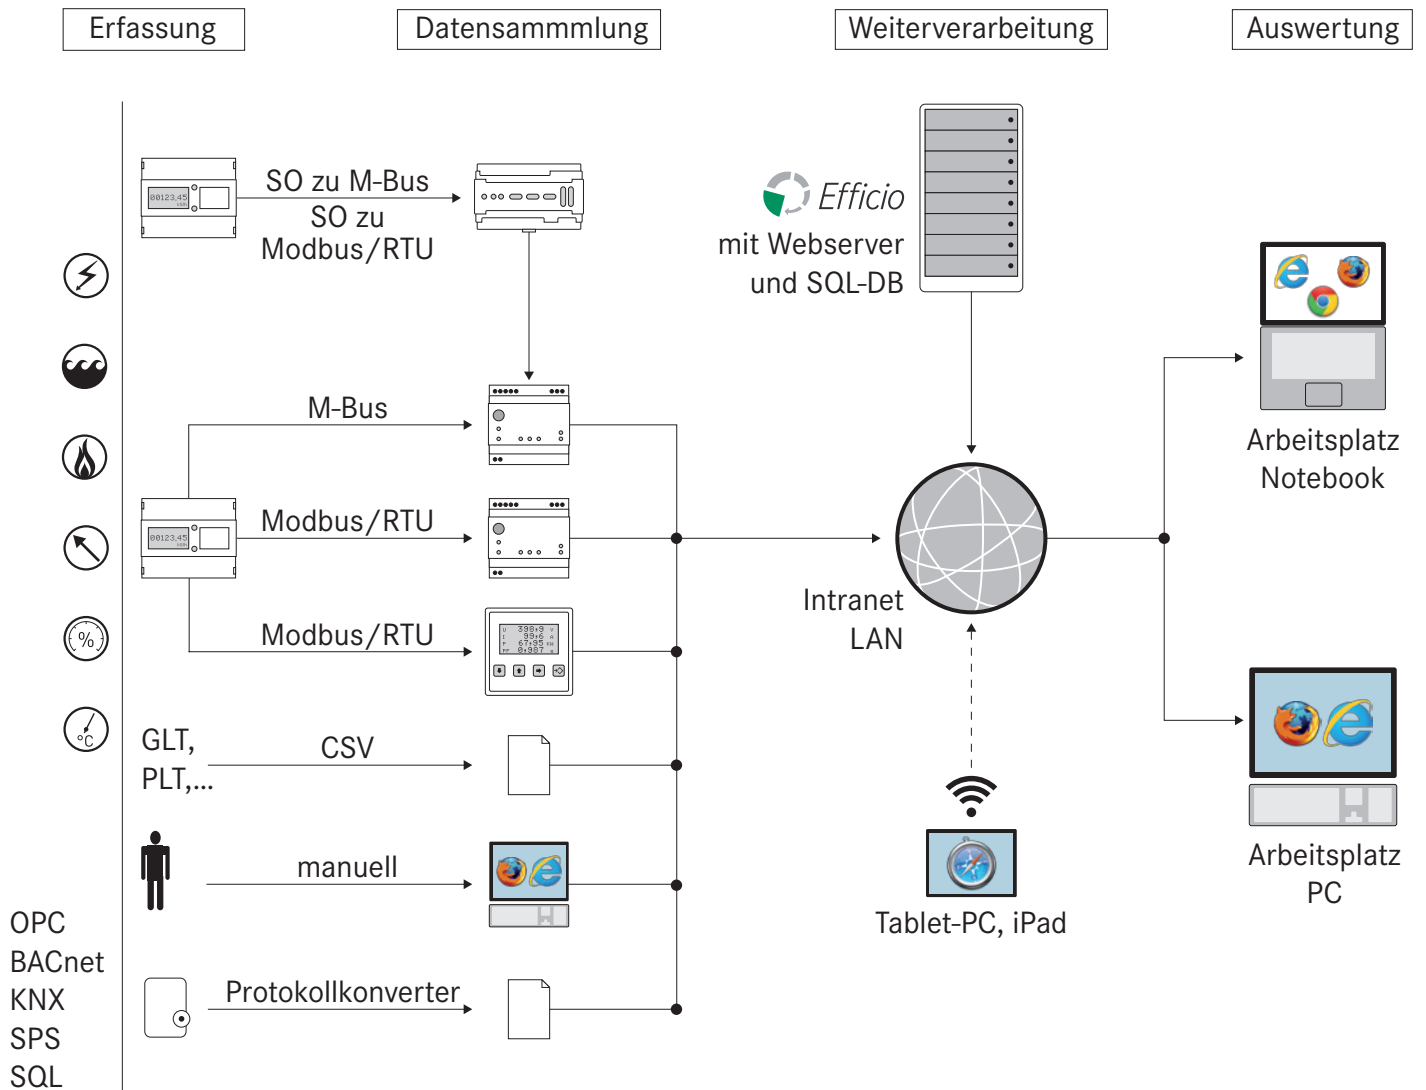

Abbildung 1: Efficio-Aufbauschema
Abbildung 1 zeigt den Aufbau des Energiemanagementsystems Efficio. Die Software wird zentral auf einem Server im Intranet, z.B. auf einer virtuellen Maschine (VM) mit Windows Betriebssystem installiert. Efficio kommuniziert automatisch mit den Datenloggern und erfasst Zähler und Messwerte. Efficio wird über den Browser auf dem Arbeitsplatz-PC bedient. Für die schnelle Inbetriebnahme des Datenloggers steht ein Assistent mit Auftragsbeschreibung zur Verfügung.
Wie in Abbildung 1 zu erkennen ist, wird die Software Efficio auf einem zentralen Server in Ihrem Netzwerk installiert und dann von den PCs im Netzwerk über Browser bedient. Weiterhin sind die Datenlogger ebenfalls in das TCP/IP-Netzwerk eingebunden.